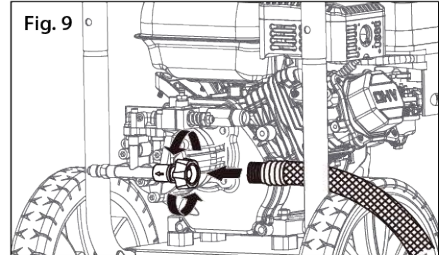

Fig. 9
**Fig. 9** - Abra a água e deixe passar pela mangueira por alguns segundos de forma a remover as poeiras ou partículas da mangueira. De seguida, inspecione a rosca de entrada e limpe se necessário. Conecte a mangueira e aperte com a mão. Deve haver um mínimo de 3,5 metros de mangueira entre a lavadora e a torneira.